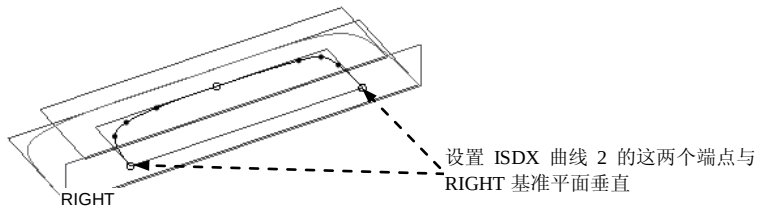

图 8.8.28 法向约束
(5) 设置 ISDX 曲线 2 的两个端点的法向约束，如图 8.8.28 所示。
① 选取 ISDX 曲线 2 的右端点，单击操控板上的 **相切** 选项卡，在弹出的界面中的 **约束** 区域下的 **第一** 下拉列表中选择 **法向** 选项，选取 RIGHT 基准平面作为法向平面（可以从模型树中选取），这样 ISDX 曲线 2 在其右端点处的切线方向便与 RIGHT 基准平面垂直。在 **长度** 文本框中输入该端点切线的长度数值 29.0，并按回车键。
② 按照上步同样的方法，设置 ISDX 曲线 2 的左端点与 RIGHT 基准平面垂直。该端点切线的长度为 28.0。